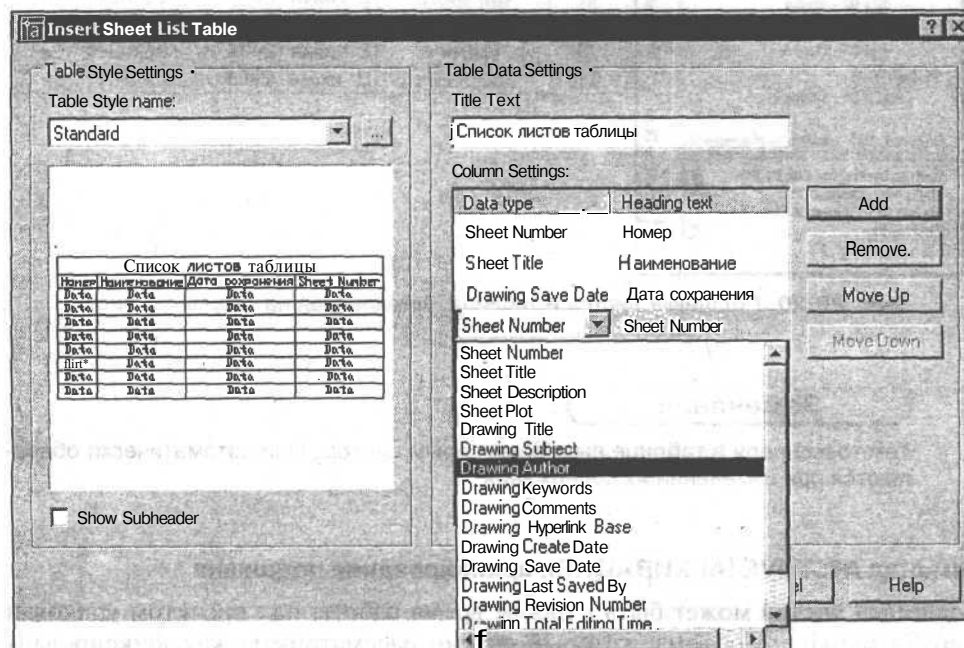

Рис. 20.19. Выбор категории столбца
7. Настройте далее содержание столбца, для чего два раза щелкните на левой надписи в строке нового столбца, а затем выберите нужную категорию из появившегося списка (рис. 20.19). Наименование этой категории введите в прямоугольном окне, которое появляется после двойного щелчка на правой надписи в строке.